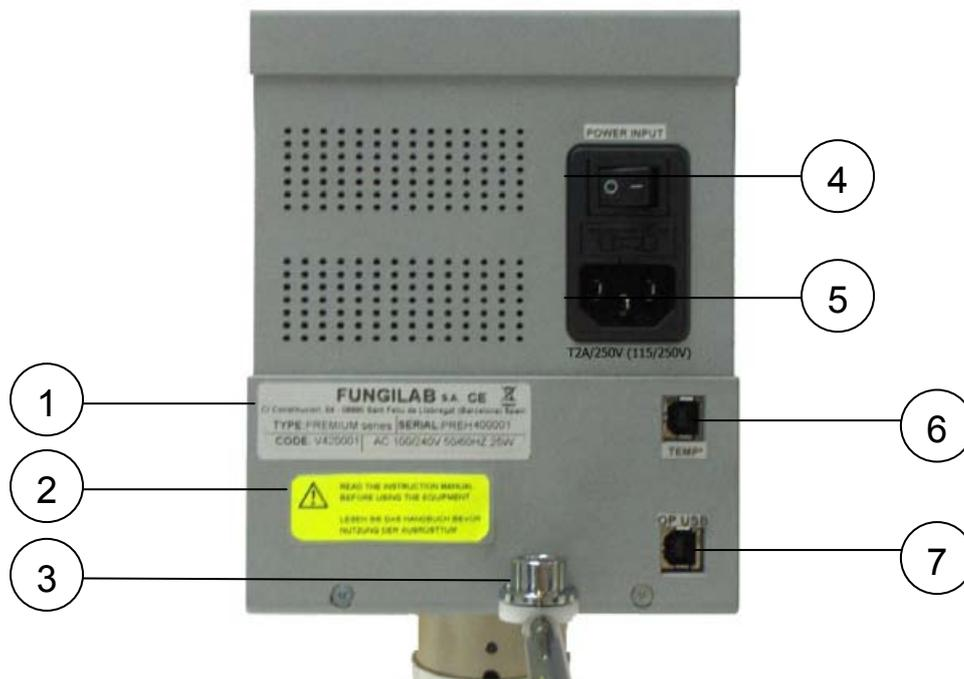

Figure 3 L'appareil vu de dos
- Ajustez les vis de mise à niveau (B), jusqu'à ce que le niveau du viscosimètre (situé sur la tige E) soit correctement réglé.
- Insérez le câble d'alimentation dans la prise qui se trouve sur la partie inférieure de l'appareil (Figure 3, position 5) et branchez-le au réseau électrique.
Pour allumer l'équipement, veuillez appuyer sur l'interrupteur derrière l'appareil et laissez-le en position allumé (Figure 3, numéro 4). Si une fois que vous avez appuyé sur l'interrupteur l'appareil, celui-ci ne s'allume pas:
- Vérifier que le câble d'alimentation soit correctement raccordé à l'appareil (derrière l'appareil Figure 3 numéro 5) et que ledit câble soit correctement branché à la source d'alimentation (réseau électrique).